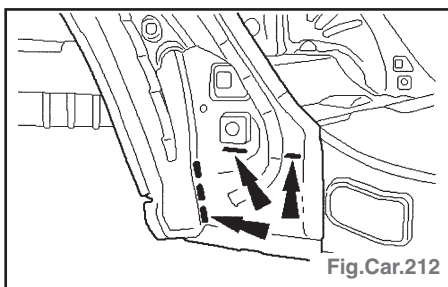

Fig.Car.212
- meuler les cordons de soudure (Fig. Car.212).
- Tôle intérieure de panneau latéral : Meuler les cordons de soudure (Fig. Car.212).